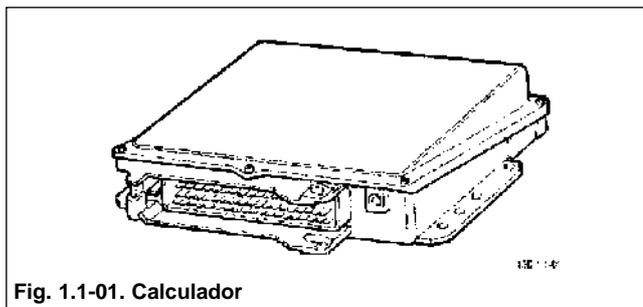
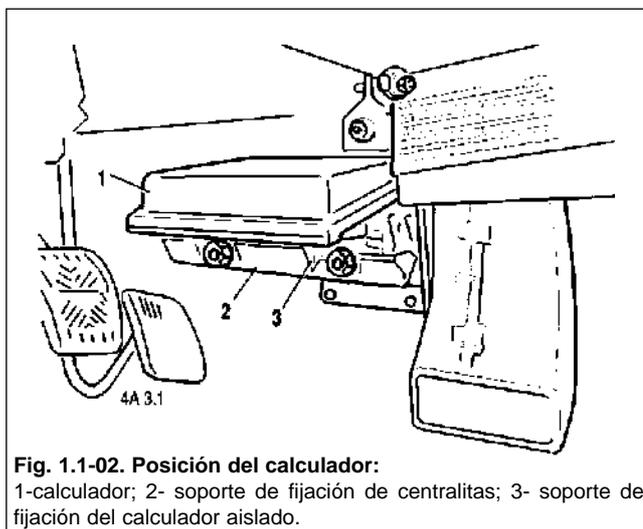

Fig. 1.1-01. Calculador
Fig. 1.1-02. Posición del calculador:
El calculador (fig. 1.1-01) es una unidad central de control del sistema de mando del motor. El calculador recibe los datos de varios sensores y controla los mecanismos accionados, asegurando un buen funcionamiento del motor al nivel establecido de los índices del vehículo. El calculador 1 se encuentra debajo de la fachada del tablero de instrumentos y está fijado al soporte 2 (fig. 1.1-02).
4. Desenroscar las tuercas de los tornillos de fijación del soporte 3 al soporte 2 y sacar el calculador 1 separando el conector de haz de cables (fig.1.1-02).